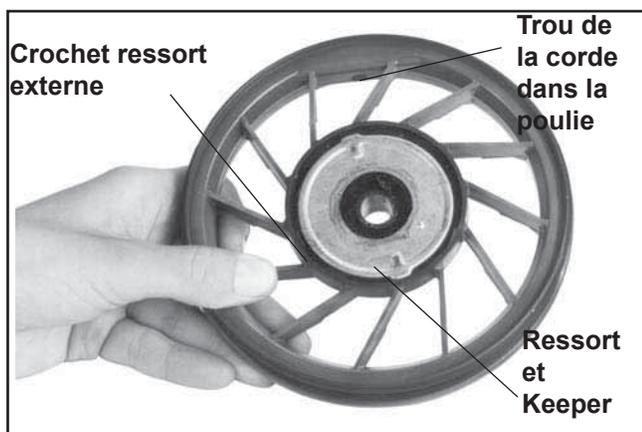

Figure 7-7. Position du ressort et du Keeper dans la poulie.
8. Noter la position du ressort et du groupe Keeper dans la poulie. Voir la Figure 7-7.
1. S'assurer que le ressort est bien graissé. Placer le ressort et le groupe Keeper dans la poulie (avec le ressort vers la poulie). Voir la Figure 7-7.